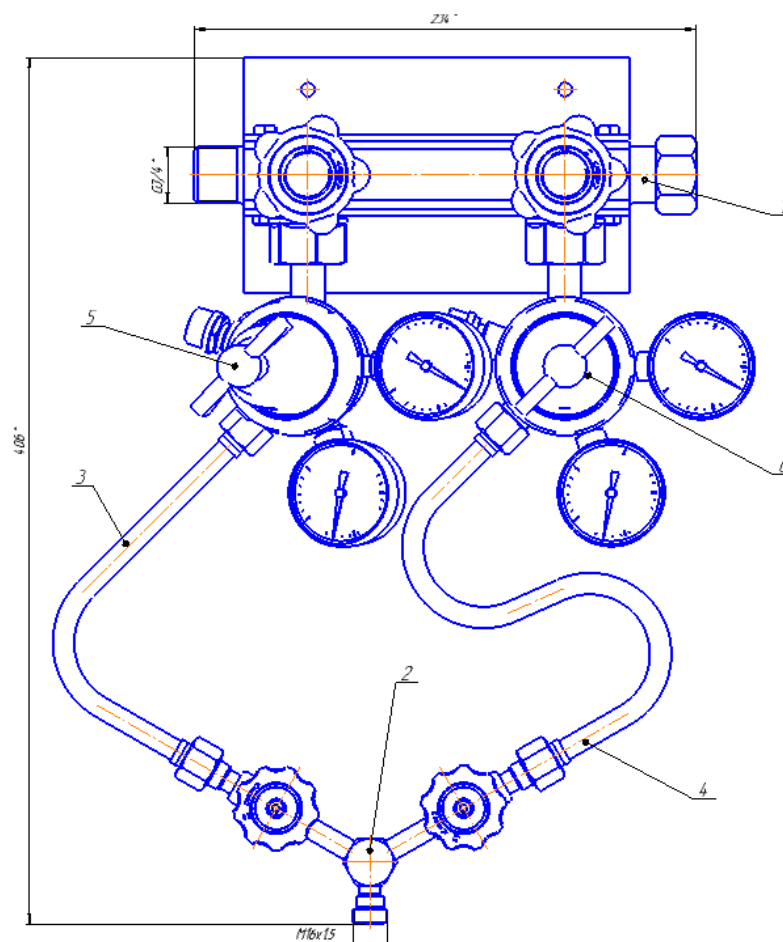

Рис. 1. Узел редуцирования
4.1 Внешний вид Узла редуцирования показан на рис. 1
4.7 Монтаж оборудования (см. рис.1):